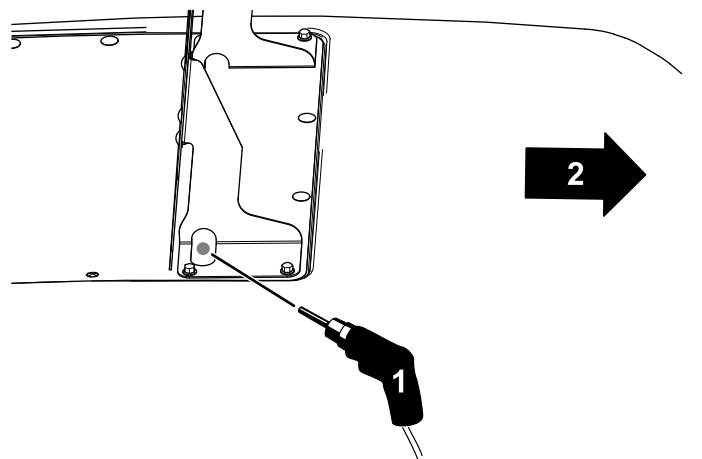

**Figura 30**
10. Fissate il supporto assemblato della piastra dell'adesivo del limite di velocità al cofano utilizzando 4 bulloni a testa flangiata (1/4" x 3/4"), 2 supporti posteriori e 4 dadi di bloccaggio (1/4"), come mostrato nella Figura 30.